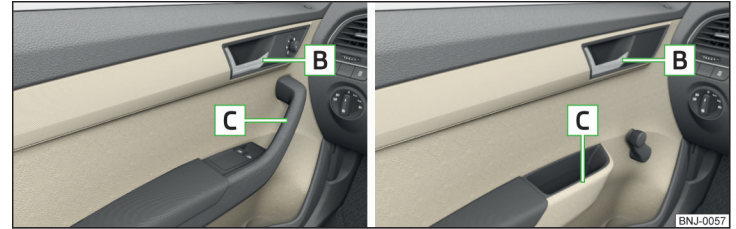

Abb. 51 Türöffnungshebel - Variante 1 / Variante 2
- Zum **Öffnen von innen** am Türöffnungshebel **B** » Abb. 51 ziehen und die Tür von sich weg drücken.